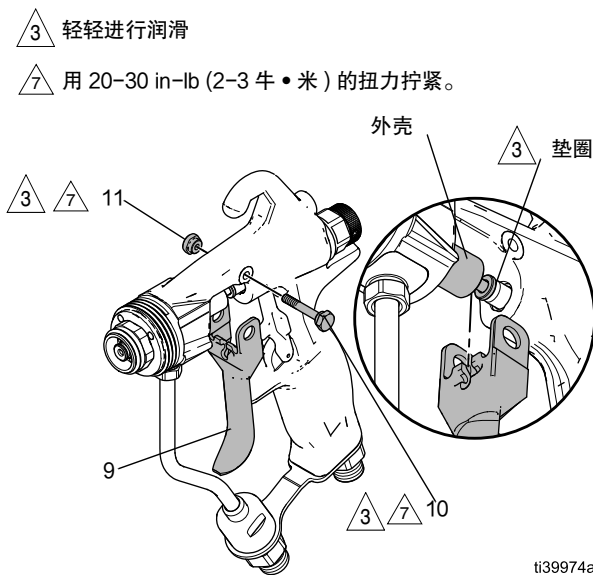

图 44: 放置扳机
清洁喷枪手柄的 U 形杯密封面	清洁程序、第 22 页。 图 44 (第 30)
2. 将套筒拧入枪身 1-2 圈、直到扳机组件 (9) 在喷针垫圈和护罩之间妥善就位。参见图 44: 放置扳机、第 30 页。
3. 在垫圈前面的位置安装扳机 (9)、扳机销 (11) 和扳机螺母 (10)。参见**安装扳机**、第 30 页。